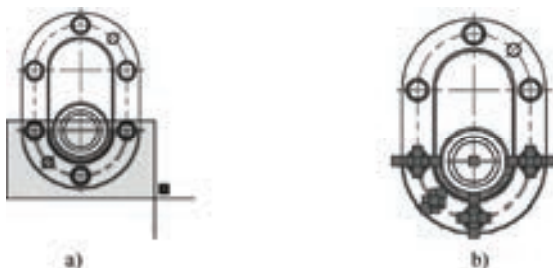

图 4-1 “窗口”对象选择方式
(1) 点 该选项表示直接通过单击选取的方式选择对象。用鼠标或键盘移动拾取框，使其框住要选取的对象，然后单击就会选中，该对象以高亮度显示。
(2) 窗口(W) 用由两个对角顶点确定的矩形窗口选取位于其范围内部的所有图形，与边界相交的对象不会被选中。应该按照从左向右的顺序指定对角顶点。如图 4-1 所示。